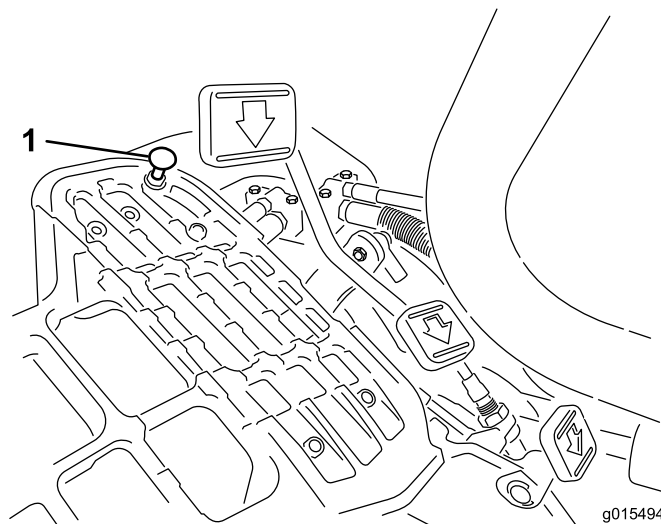

Figure 52
Enfoncez la pédale de déplacement. Si la pédale touche la butée (Figure 52) avant que la tension soit ressentie sur le câble, un réglage est requis.
1. Desserrez les contre-écrous à embase qui fixent la butée de pédale au plancher (Figure 52).